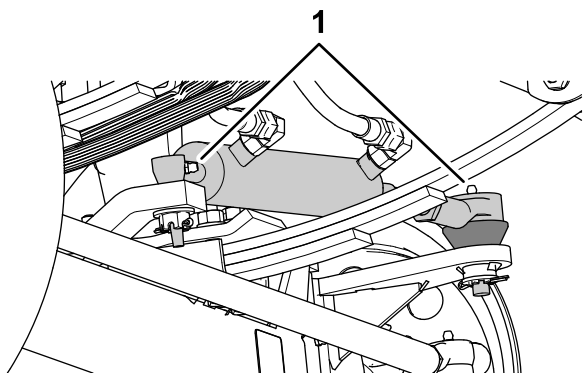
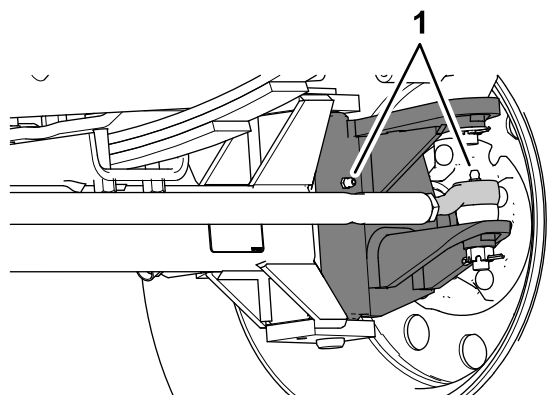

Figure 103
Figure 104
1. Essuyez les graisseurs (Figure 103 et Figure 104).
- Injectez de la graisse dans les graisseurs (Figure 103 et Figure 104).
Remarque: Les emplacements des graisseurs sont illustrés à la Figure 103.